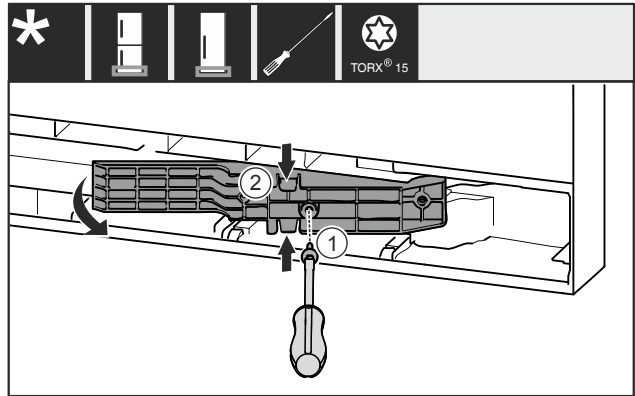

Fig. 21 *
- Távolítsa el a csavart Fig. 21 (1).*
- Finoman nyomja össze az illesztődarabot Fig. 21 (2) alul és felül, és húzza ki.*